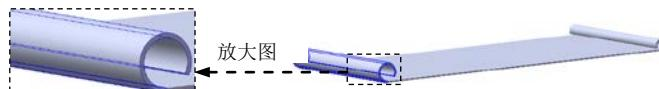
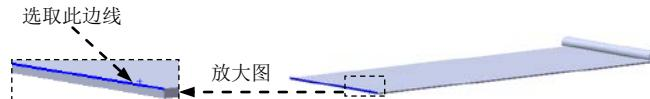

图 14.4.6 褶边 2
图 14.4.7 定义特征的边线
Step4. 创建图 14.4.6 钣金基础特征——褶边 2。
- (1) 选择命令。选择下拉菜单**插入(I)** \rightarrow **钣金(H)** \rightarrow **褶边(H)...** 命令，系统弹出“褶边”对话框。
(2) 定义特征的边线。选取图 14.4.7 所示的模型边线为生成的褶边的边线。选取“折弯在外”选项 C 。
(3) 定义褶边类型和大小。在**类型和大小(D)**区域中，选择“滚轧”选项 C ，在**R**文本框中输入角度值 300.0，在**半径(R)**文本框中输入半径值 0.8。
(4) 单击 \checkmark 按钮，完成褶边 2 的创建。